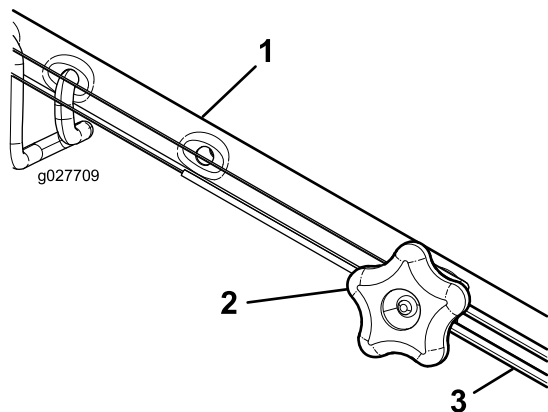

Рисунок 40
1. Поверните ручку регулировки против часовой стрелки, чтобы ослабить затяжку троса (Рисунок 40).
2. Отрегулируйте натяжение троса (Рисунок 40), потянув его назад или вперед, затем удерживайте в этом положении.